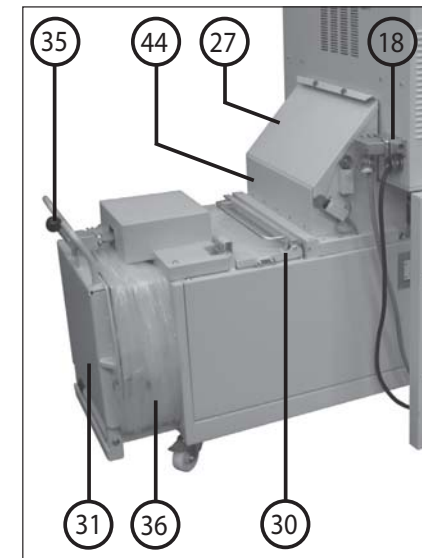

Fig. 2
### MONTAGGIO DELLA COMBINAZIONE (fig. 2 e 3):
1. Infilare il compressore sotto il distruttore di documenti. Avvitare il distruttore di documenti e il compressore servendosi delle due squadrette di fissaggio (42) fornite (fig. 2).
4. Inserire la spina di collegamento del compressore nella presa (18) situata sulla parete posteriore della cassa del distruttore di documenti (fig. 2).